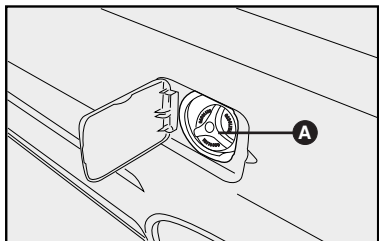

fig. 82
El acceso a la tapa de combustible se logra abriendo la puerta **fig. 82**.
- Gire la llave en sentido antihorario y gire la tapa en el mismo sentido hasta que esta se libere **A-fig. 82**.